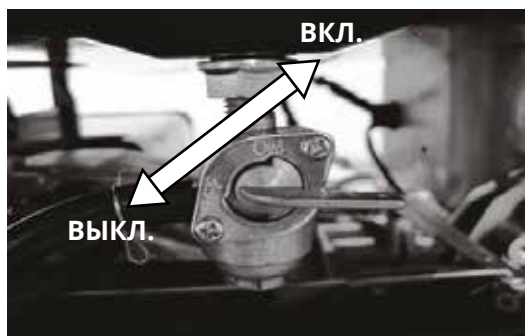

Рис. 3.1
1. Поверните рычаг топливного крана в положение «ВКЛ» (**рис. 3.1**).
3. Поверните рычаг топливного крана в положение «ВыКЛ». (**рис. 3.1**).